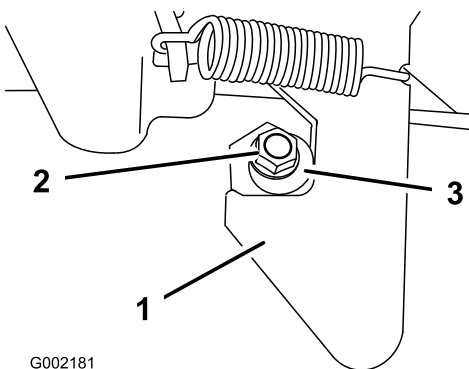

Figure 72
1. Desserrez le contre-écrou au bout de l'ergot de verrouillage (Figure 72).
2. Tournez l'ergot de verrouillage dans le sens horaire jusqu'à ce qu'il soit bien serré contre la partie en crochet du loquet (Figure 72).